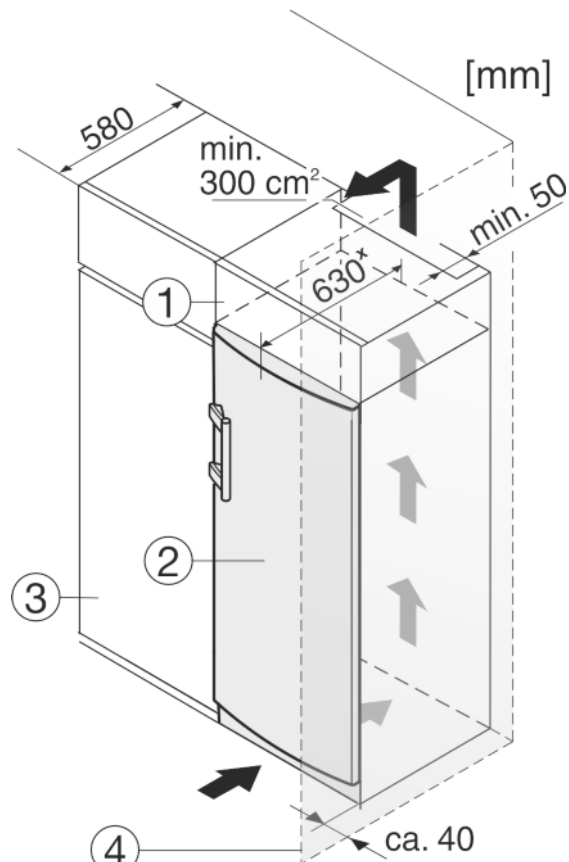

Fig. 10
L'appareil peut être intégré dans des meubles de cuisine. Pour adapter l'appareil *Fig. 10 (2)* à la hauteur du coin cuisine, une rehausse *Fig. 10 (1)* peut être posée sur l'appareil.
Lors de la transformation avec des placards de cuisine (profondeur max. 580 mm), l'appareil peut être placé directement à côté du placard *Fig. 10 (3)*. L'appareil se trouve latéralement à 34 mm * et au milieu de l'appareil à 50 mm * par rapport à la façade du placard.
Si l'appareil avec les charnières est installé près d'une paroi *Fig. 10 (4)*, la distance entre l'appareil et la paroi doit être de min. 40 mm. Ceci correspond à la saillie de la poignée avec la porte ouverte.